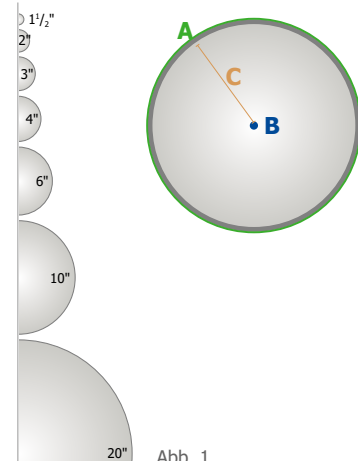

Abb. 1
Die Vulcan-Impulse behandeln das Wasser, während es vorbeifließt. Es ist wichtig, überall in der Leitung die richtige Impulsstärke einzustellen, damit das gesamte Wasser richtig behandelt wird. Der Impuls darf weder zu schwach noch zu stark sein. Um genau die richtige Impulsstärke für Ihr Rohr zu liefern, gibt es Vulcan in verschiedenen Größen. Dadurch wird sichergestellt, dass für jeden einzelnen Rohrdurchmesser die gleiche Impulsstärke vorhanden ist. Der Impuls muss sowohl bis zum äußeren Rand des Rohres (A) als auch bis zur Mitte (B) reichen (Abb. 1).